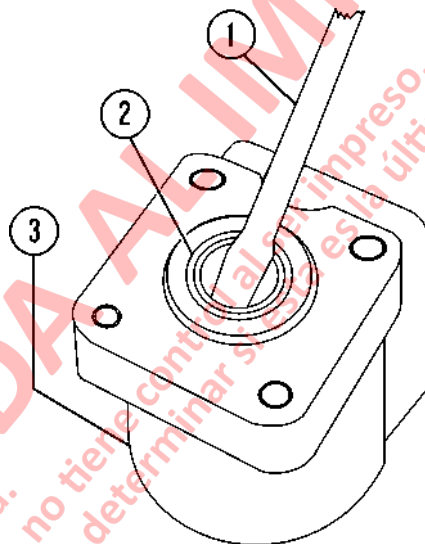

FIGURA 5-6. DESMONTAJE DEL SELLO DE POLVO
10. Saque el O-Ring (5), el anillo real (6) y el conjunto del rodamiento (7).
11. Saque el anillo (8) y el pasador (9) y saque cuidadosamente el carrete interior de la camisa exterior.
12. Presione los resortes de posición neutro (10) para sacarlos de su ranura en el carrete interior.
13. Retire el sello de polvo (2, Figura 5-6) usando un destornillador. Tenga cuidado de no rayar o dañar la cavidad del sello de polvo.